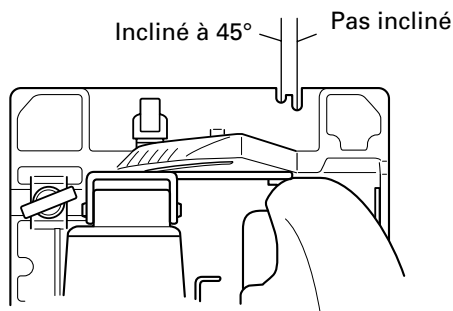

Fig. 18
- (1) Placer le corps (socle) de la scie sur le matériau, et comme indiqué à la Fig. 18 aligner la ligne de coupe en pointillé sur la lame de scie, en utilisant l'encoche gravée à l'avant du socle. Ce rapport entr le socle et le matériau ne devra pas changer quelle que soit l'inclinaison du socle.
- (2) Vérifier que l'interrupteur est tourné sur la position ON (marche) avant que la lame de scie n'entre en contact avec le bois. L'interrupteur se déclenche (ON) quand on appuie sur la gâchette, et il se coupe quand on relâche la gâchette.
- (3) Déplacer la scie en ligne droite et à vitesse constante pour obtenir le meilleur rendement de coupe possible.